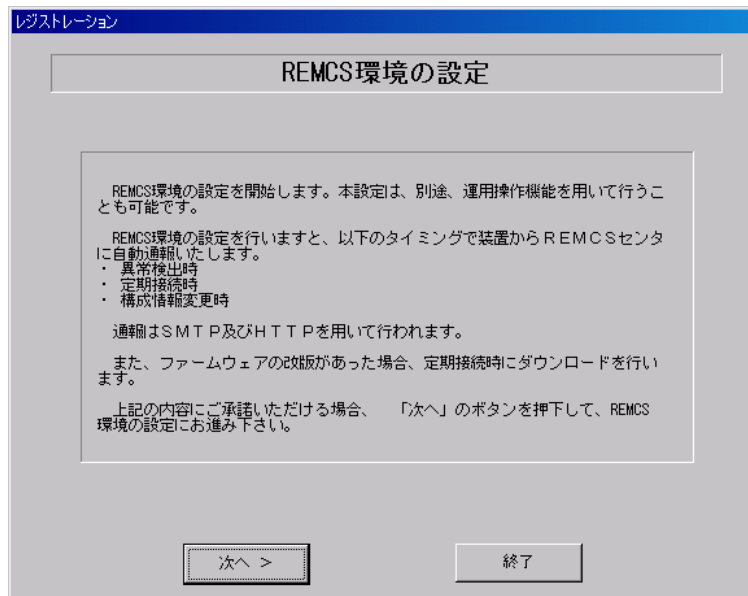

図 4-30 REMCS 環境設定(インターネット接続)
- 14** 「4.2.1 レジストレーション(インターネット接続)」の完了後、REMCS 環境設定画面(図 4-30)が表示されます。画面の説明をお読みください。